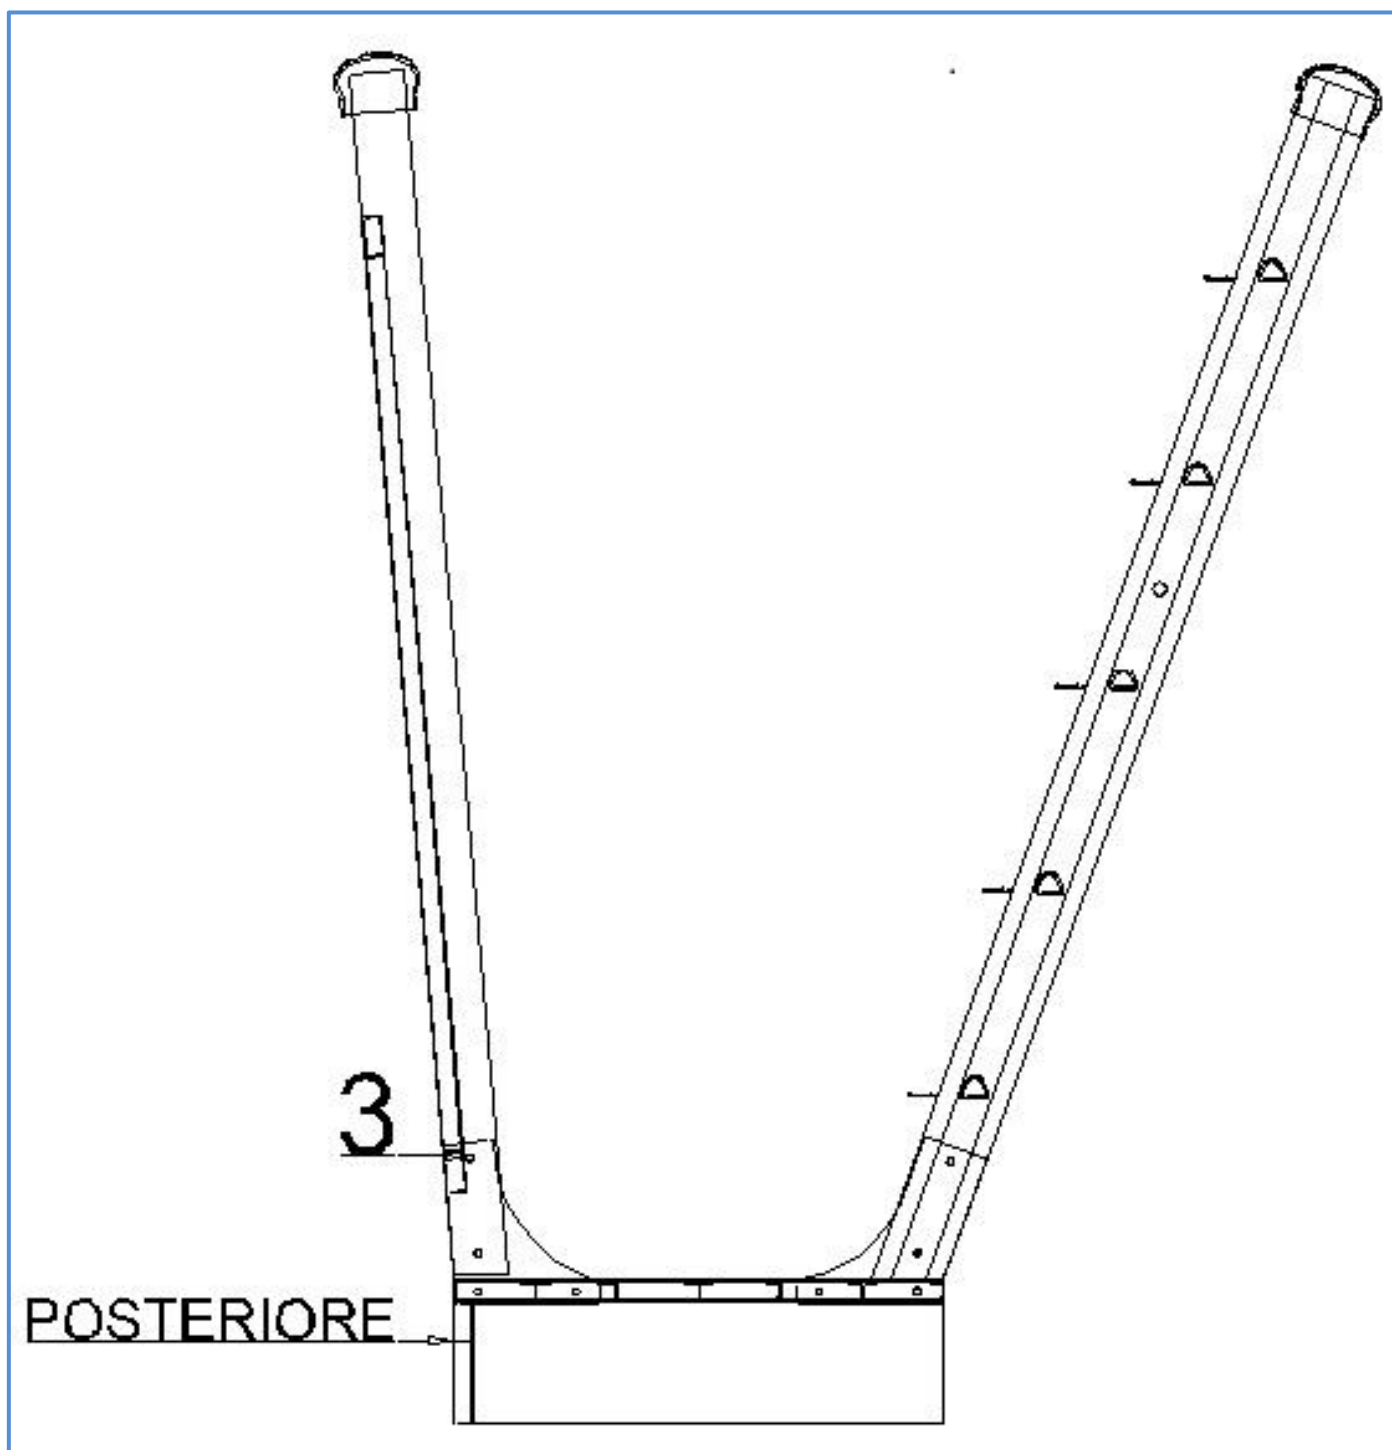

FIGURA 3
FASE 3: ACCOSTARE LA RAMPA DI SOSTEGNO POSTERIORE ALLA PARTE POSTERIORE DELLA PEDANA (CON PARAPIEDE) , PARALLELA ALLE STAFFE DI FISSAGGIO ED INTERNAMENTE A QUESTE, COME DA FIGURA 3. INSERIRE, IN CORRISPONDENZA DEI FORI SEGNALATI CON FRECCIA (3), VITE BOMBATA M 8X45. AVVITARE SENZA STRINGERE A FONDO. RIPETERE L'OPERAZIONE DAI DUE LATI.